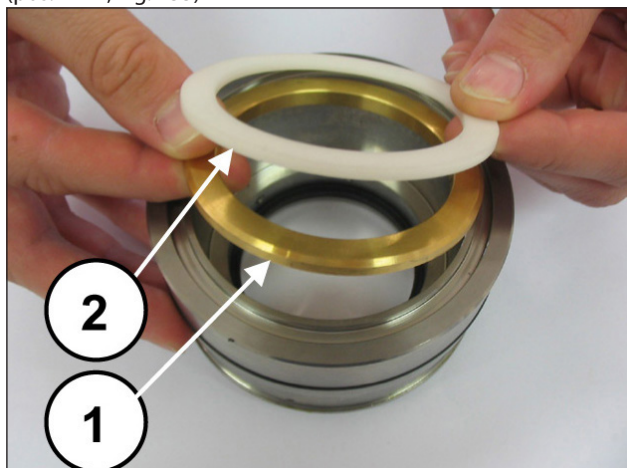
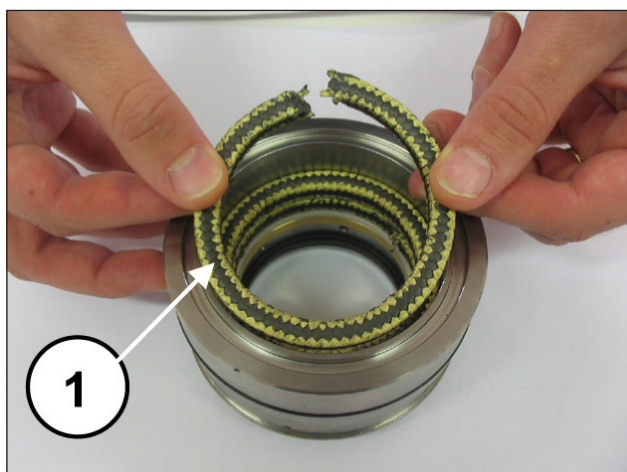
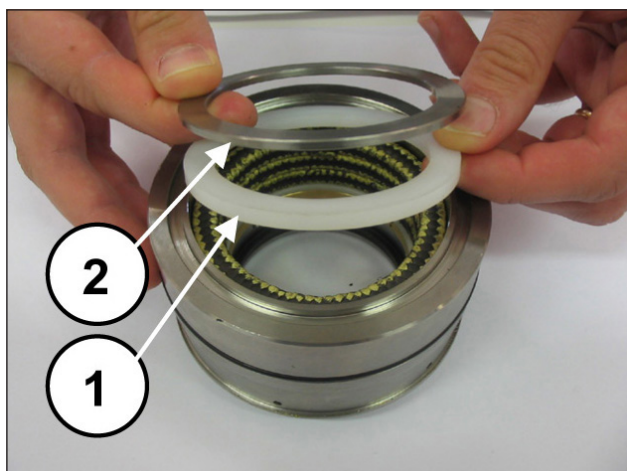

Fig. 153
Fig. 154
Fig. 155
Montare l'anello di supporto e l'anello antiestrusore (pos. ①②, Fig. 153), i n.3 anelli guarnizione KC ponendo attenzione affinché gli intagli vengano a trovarsi a 120° l'uno dall'altro (pos. ①, Fig. 154), l'anello raschiatore e l'anello per molla (pos. ①②, Fig. 155)